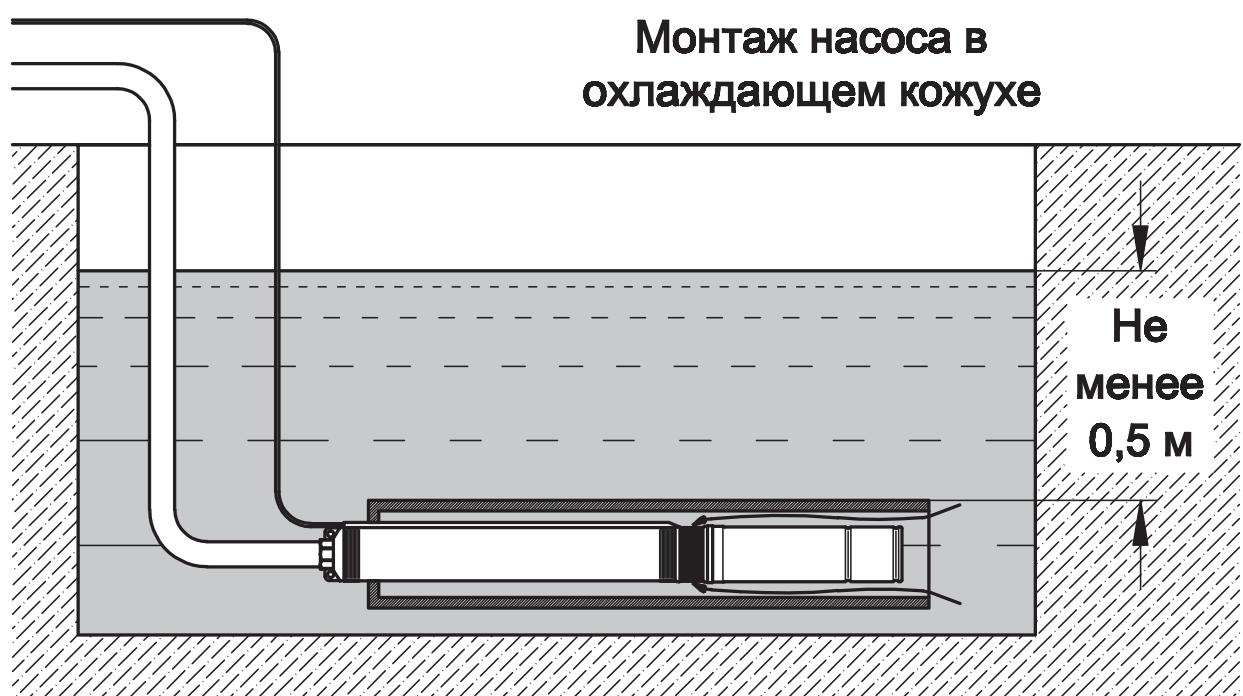

Рис. 4
- Горизонтальная установка – 0,5м, рис. 4.